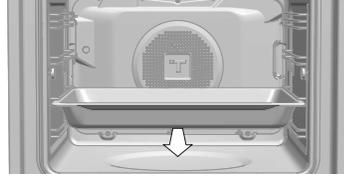

图 6
4. 烤盘的前部有一个翼片，便于移取烤盘。烤盘带翼片端应该朝烤箱正前方放置。如图 6。